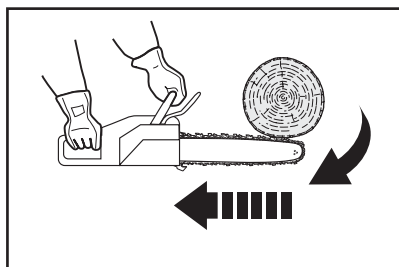

**Fig. 26**
Reculul poate apărea dacă vârful lamei de ghidare atinge un obiect sau dacă lemnul prinde lanțul de fierăstrău în tăietură. În unele cazuri, contactul cu vârful lamei de ghidare (2) poate produce o reacție inversă fulgerătoare, împingând lama de ghidare în sus și înapoi spre operator (Fig. 26).